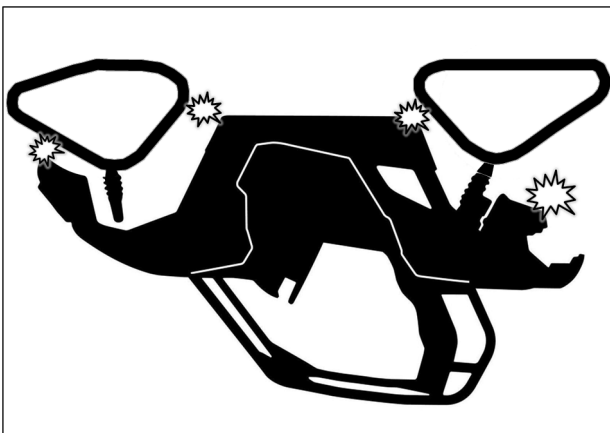

Fig. 27
2. Vérifier s'il y a possibilité de contact entre le système de traction et les coins inférieurs des ailes. Voir la Fig. 27